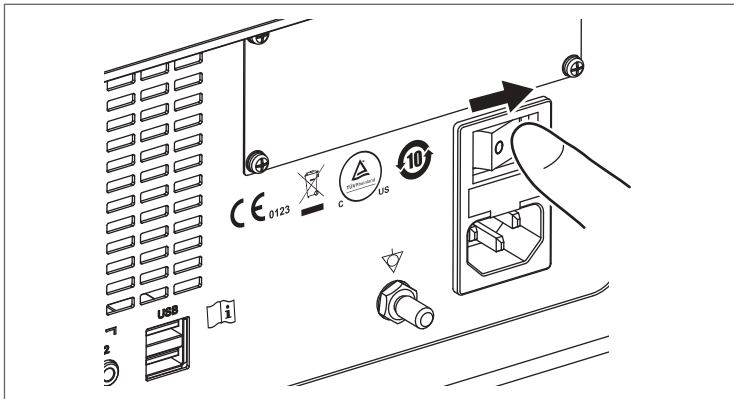

Figura 4.1
2. Porniți comutatorul de alimentare de pe panoul posterior (apăsând pe partea din dreapta a comutatorului), pentru a porni procesorul. (Figura 4.1)